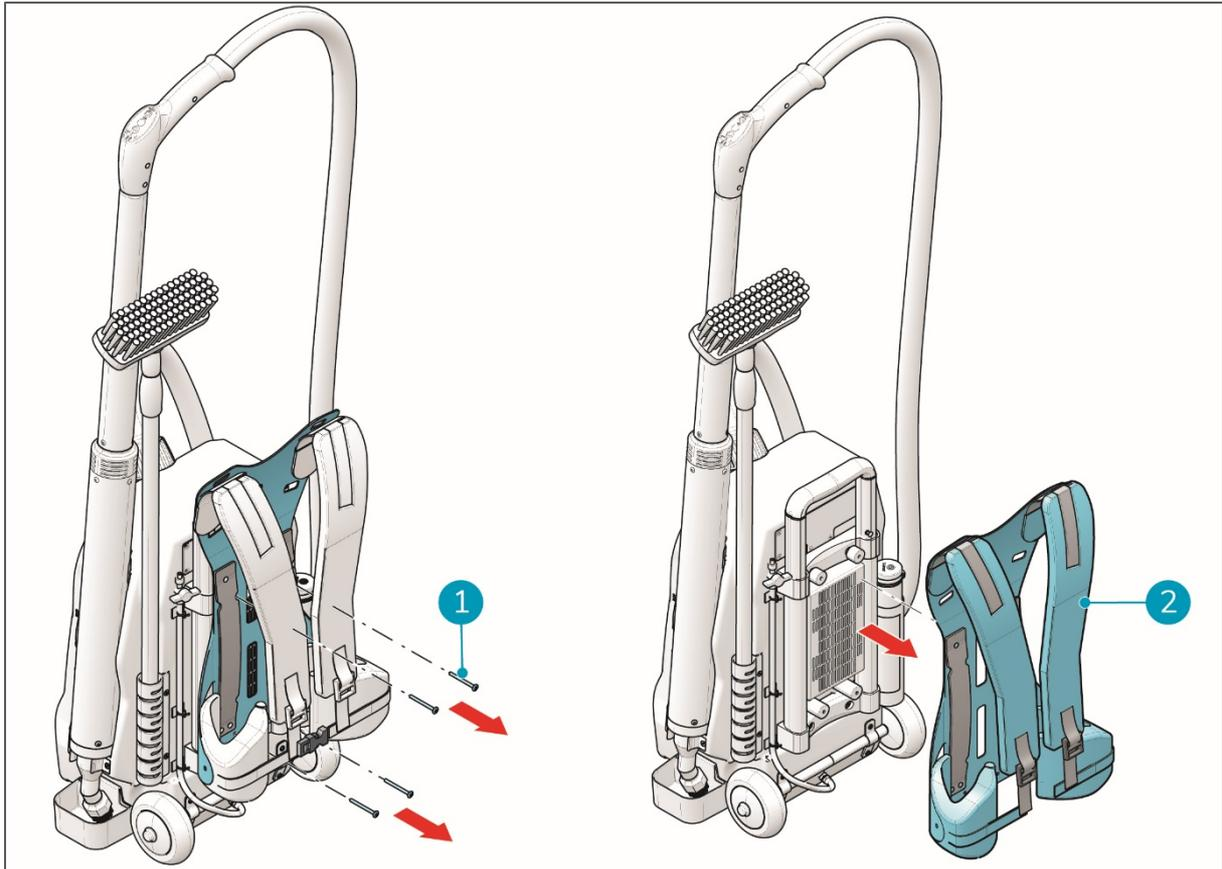

Figura 9
2. Desaperte os quatro parafusos (figura 9, posição 1) utilizando uma chave de fendas Philips.
3. Remova a placa traseira (figura 9, posição 2).